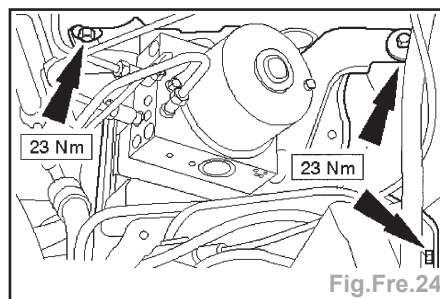

Fig.Fre.24
- Déposer l'ensemble centrale de commande hydraulique et patte de support (Fig.Fre.24).